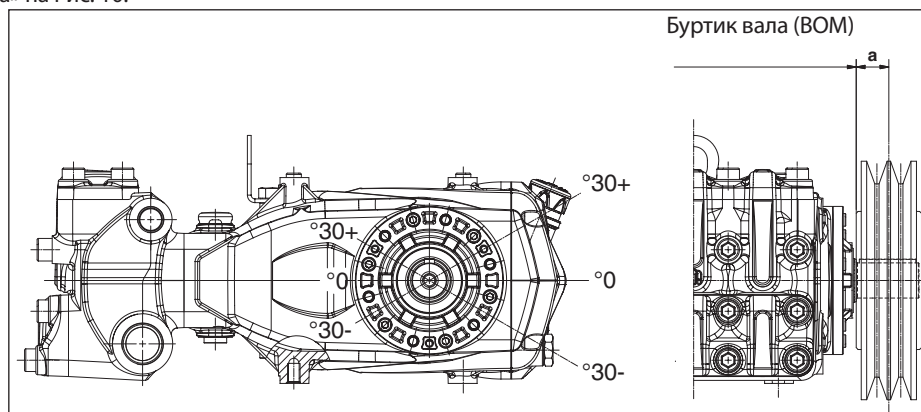

Рис. 10
Радиальная нагрузка на вал не должна превышать 4500 Н (значение, необходимое для определения плана компоновки). Передача считается подходящей в том случае, если данная нагрузка прилагается на максимальном расстоянии **a=50 мм** от буртика вала (ВОМ), как указано на Рис. 10.
- б) Пользуйтесь ремнями с высоким КПД, например, **XPB** вместо **SPB**, поскольку в этом случае потребуется меньшее количество ремней при одинаковой передаваемой мощности, что в свою очередь сократит расстояние между результирующей силой и буртиком вала (BOM) «а» на Рис. 10.
- д) Натягивайте ремень в направлении, указанном на Рис. 10, в случае особых потребностей обратитесь в **технический отдел** или **службу технической поддержки**.